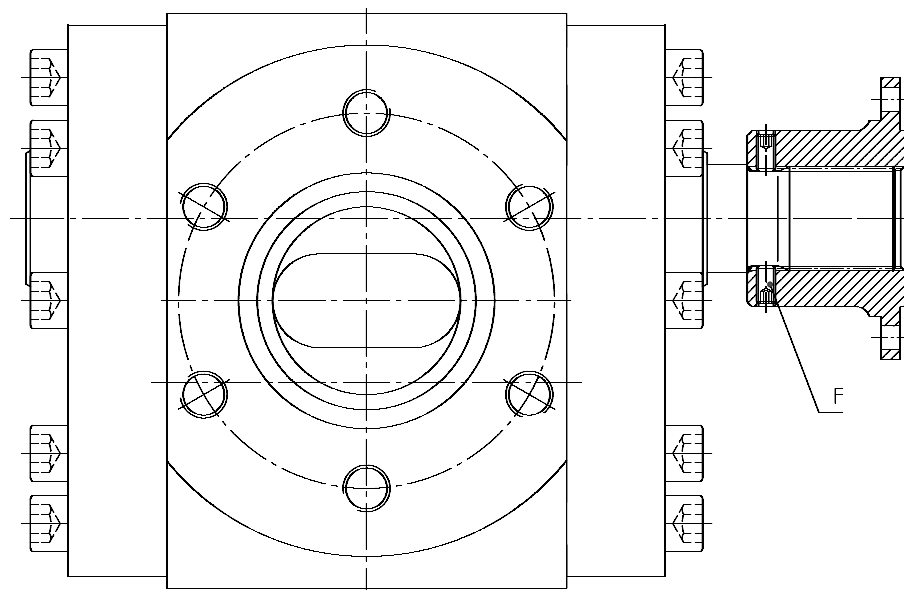

Рисунок 8.31 Приводной вал extrex® и втулка
- Затяните оба винта F, чтобы зафиксировать втулку (рисунок 8.31).